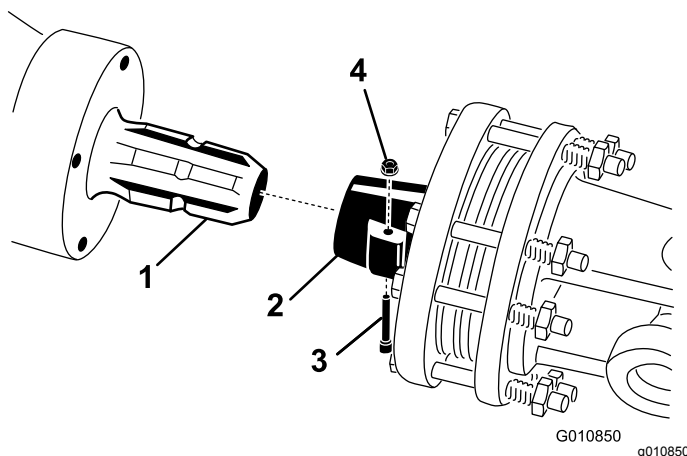

Bild 23
- Entfernen Sie den Stift und die Mutter von der Zapfwelle (Bild 23).
- Schließen Sie das Kupplungsende der Zapfwelle mit dem vorher entfernten Stift und der Mutter an der Antriebswelle des Aerifizierergetriebes an (Bild 23). Der Stift kann nur in einer Richtung eingesetzt werden.